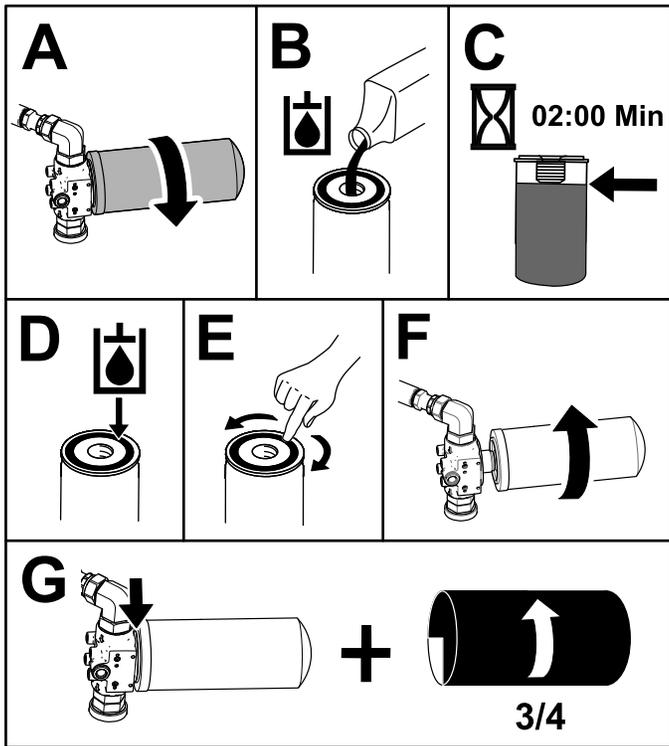

Рисунок 82
5. Поместите сливной поддон под передний фильтр, а затем замените фильтр (Рисунок 82).